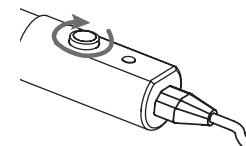

Fig.9
- tourner le bouton du thermostat dans le sens des aiguilles d'une montre jusqu'à atteindre le maximum [Fig. 9].